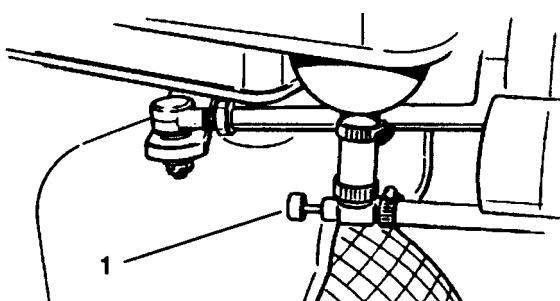

Figure 14
**Robinets d'arrivée de carburant** (Fig. 14 & 15)—fermer les robinets d'arrivée de carburant situés sous le réservoir et sur le filtre à carburant pour ranger la machine.